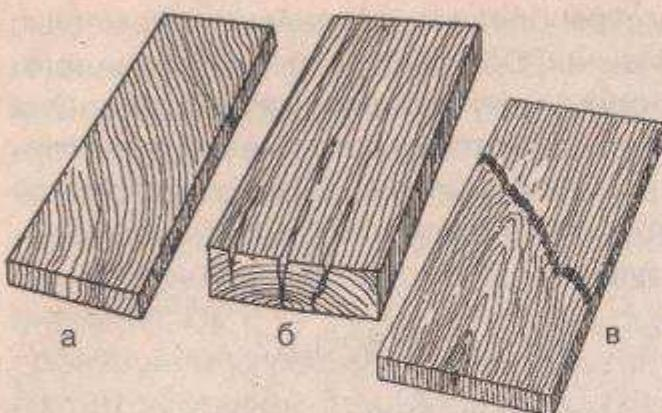

Рис. 8. Дефекты досок: а — доска, распиленная не параллельно направлению волокон; б — доска с трещинами, идущими от торцов; в — доска с наплывом
- Если доска распилена не параллельно направлению волокон (рис. 8, а). Это может привести к изломам и трещинам.
- Если доска имеет трещины, идущие от торцов, которые расщепляют поверхность (рис. 8, б). Даже величиной с волос трещины при высыхании доски станут больше.
- Если доска имеет наплыты (рис. 8, в). Они уродуют поверхность доски, что ослабляет ее прочность.